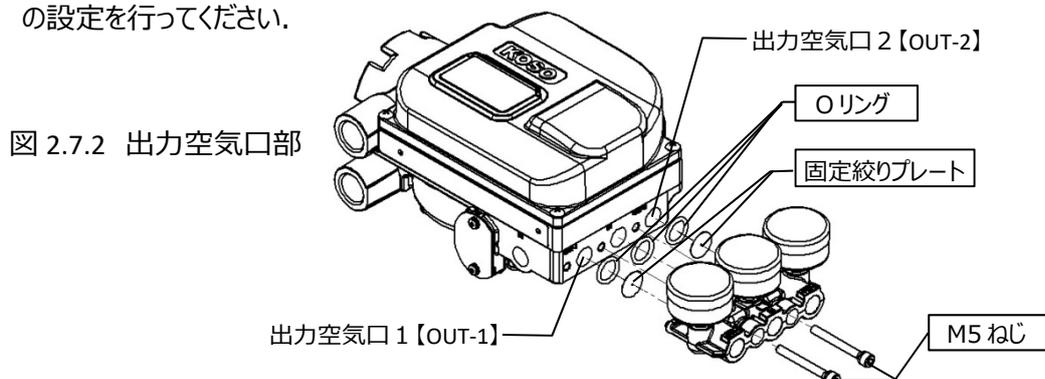

図 2.7.2 出力空気口部
3. 先に固定絞りプレートを出力空気圧口（図 2.7.2 参照）へ入れ、次に Oリングを入れます。